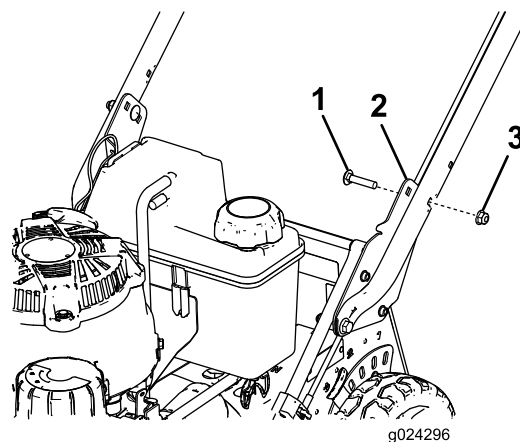

图6
6. 如图6所示用2个托架螺栓5/16 x 1-1/2英寸和2个凸缘螺母5/16英寸按照所需的手柄高度将手柄固定到支架上。